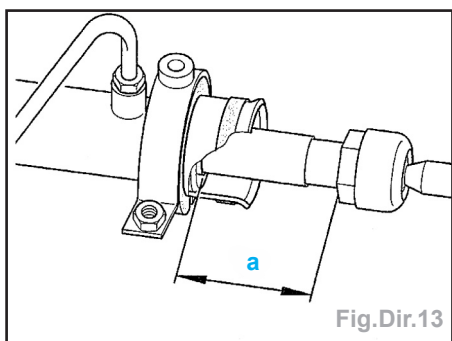

Fig.Dir.13
- le point milieu «a» de direction est obtenu lorsque l'écartement, de chaque côté, de la biellette de direction et du mécanisme est de **72,5 mm** (Fig.Dir.13),